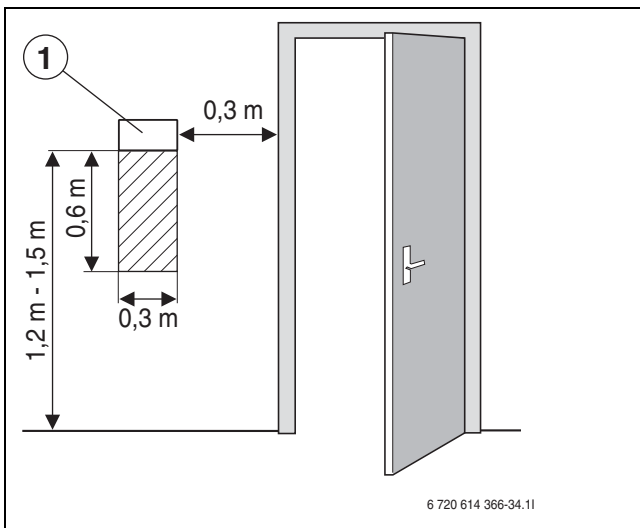

Bild 12 Empfohlener Montageplatz für Raumtemperaturfühler T5
- Ungehinderte Zirkulation der Raumluft unter dem Raumtemperaturfühler T5 (schraffierte Fläche in Bild 12 freihalten).